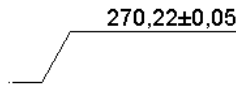

Abbildung 8.30: Symmetrische Darstellung
- *acTolSymmetrical* (symmetrische Toleranzanzeige): Bei dieser Darstellungsart wird nur der obere Toleranzwert berücksichtigt. AutoCAD nimmt an, dass sowohl die obere als auch die untere Toleranz den gleichen absoluten Wert besitzen und die Toleranz wird zu einem Wert zusammengefasst (Abbildung 8.30).